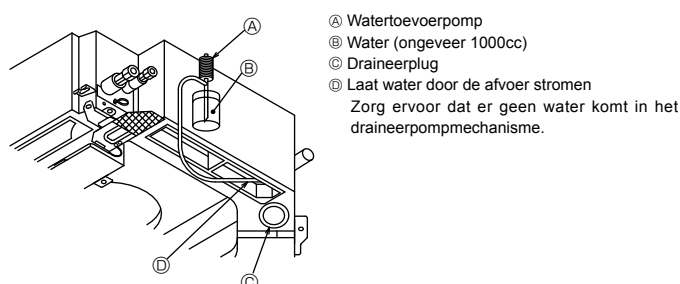

Fig. 6-2
6.3. Controle van de drainage (Fig. 6-2)